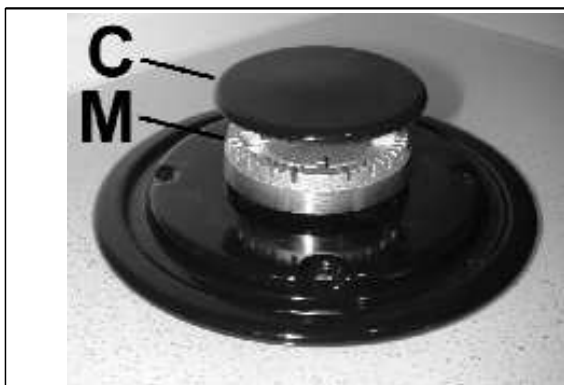
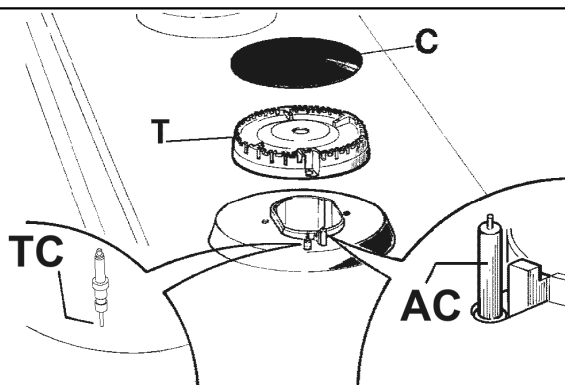

FIG. 5
FIG. 6
Da mesma maneira devem ser lavadas as grelhas esmaltadas, as tampas esmaltadas "C", as cabeças dos queimadores "M" (ver a fig. 5) e devem ser limpas as velas de ignição "AC" e de detecção de chama "TC" (ver a fig. 6). Estas peças não devem ser limpas em máquinas de lavar loiça.
- *verifique se as aberturas das cabeças dos queimadores "M" (fig. 5) não estão obstruídas por objectos estranhos.*
- *Certifique-se de que as tampas esmaltadas "C" (fig. 5) estejam colocadas correctamente sobre a cabeça do queimador. É possível considerar esta condição satisfeita quando a tampa colocada sobre a cabeça se encontra perfeitamente estável.*
Os aparelhos de cozedura a gás devem descarregar sempre os produtos da combustão mediante exaustores ligados a chaminés, fumeiros ou directamente ao exterior (ver a fig. 4). Se não existir a possibilidade de instalação do exaustor, admite-se a utilização de um ventilador instalado numa janela ou numa parede que dê para o exterior, que deve funcionar simultaneamente ao aparelho (ver a fig. 5), desde que sejam respeitadas à risca as disposições referentes à ventilação impostas pelas normas em vigor.